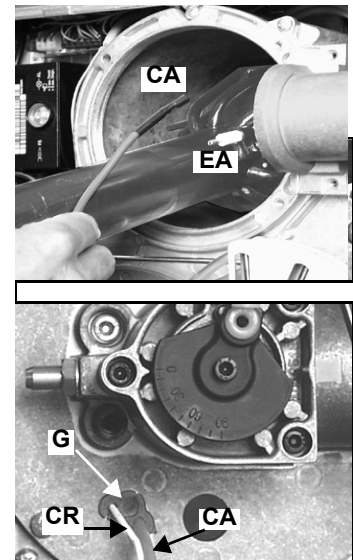

Fig. 46
- 3 Rimuovere il connettore **CR** dell'elettrodo di rilevazione (Fig. 46).
- 4 Scollegare il cavo **CA** dall'elettrodo di accensione **EA** (Fig. 46) e sfilarlo dal foro nella flangia di supporto testa, rimuovendo il gommino **G** (Fig. 46).